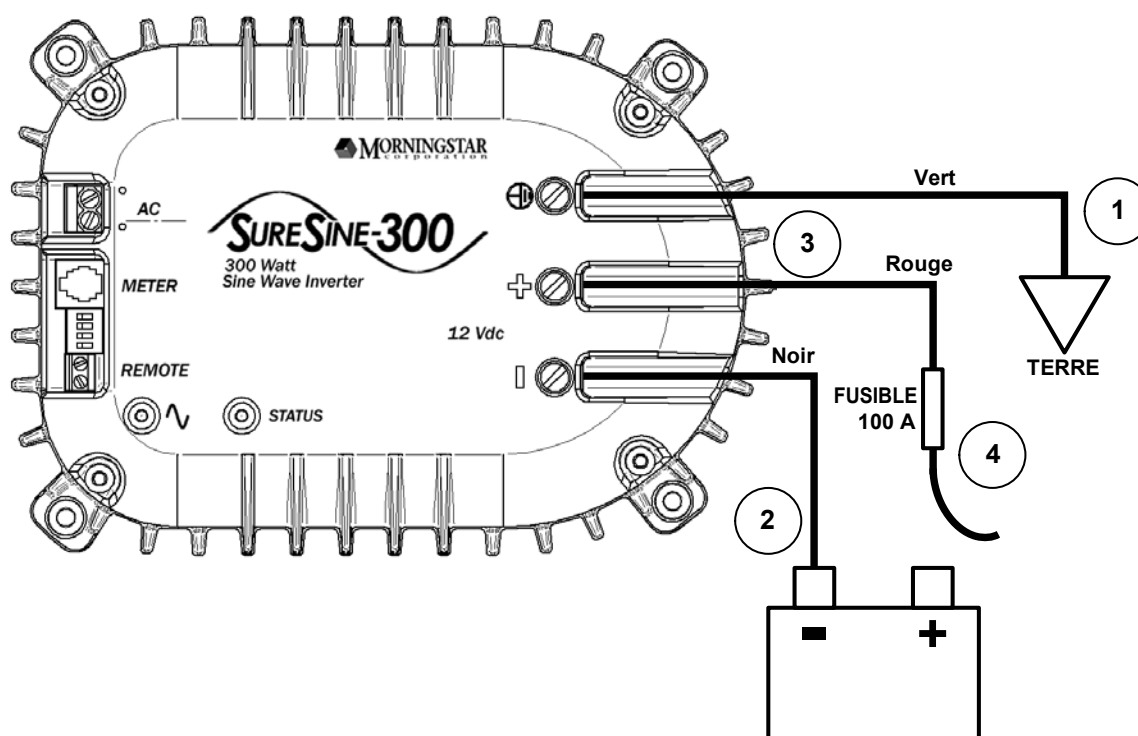

Figure 5 Schéma de câblage basse tension
Les câbles d'alimentation basse tension ne sont pas fournis. Utiliser exclusivement des fils homologués UL, de caractéristiques compatibles avec la tension, l'intensité et la longueur de câble requises pour le circuit. Les calibres de fil minimum conseillés sont indiqués. Effectuer chaque raccordement basse tension à l'aide de fils de couleur appropriée, conformément à la Figure 5.
1. Effectuer le raccordement à la terre conformément à la Figure 5 à l'aide d'un fil de calibre 25 mm^2 (4 AWG) ou plus homologué UL. Le fil de terre doit être plus gros que les conducteurs d'alimentation de la batterie.